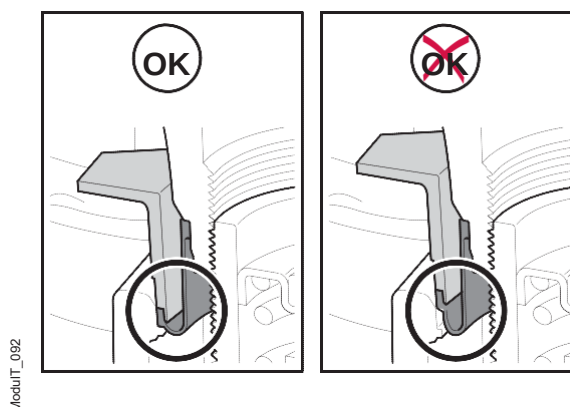

Figura 47. Parafuso de ajuste fole assentado OK/NOK
14. Remova a ferramenta especial. Verifique se o fole está corretamente assentado ao redor da pinça de freio. Consulte a figura 47.